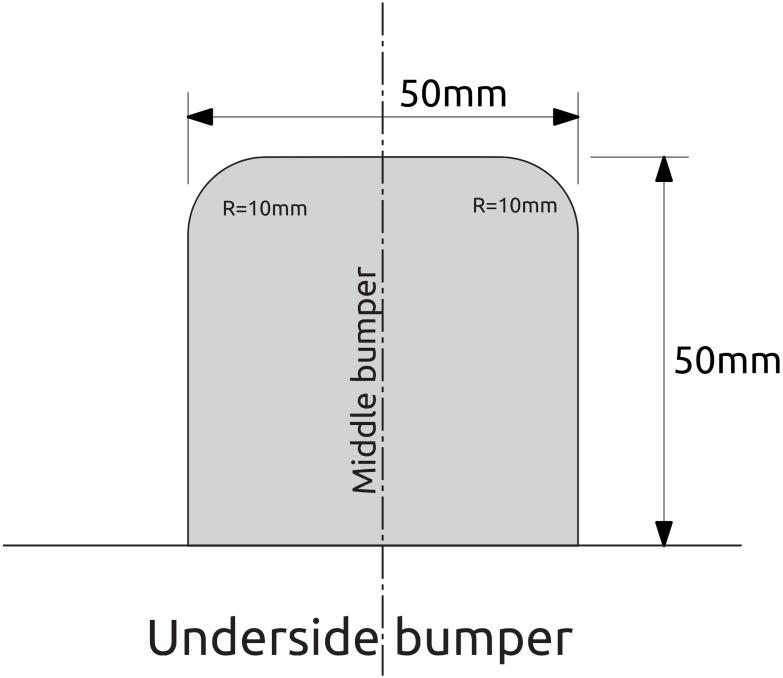

Fig. 4
8. Focus HB; 2011->: Выпилить обозначенную часть, как указано на рис. 4.